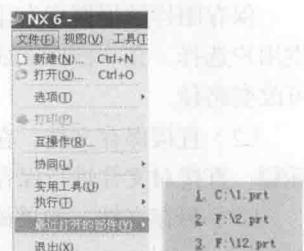

图1-5 最近打开的部件
(2) 最近打开的部件。对于上次已经打开的文件，可以在菜单栏中单击【文件】→【最近打开的部件】命令，如图 1-5 所示。选择需要打开的文件，并单击就可打开最近曾经打开过的文件。
(3) 历史记录。单击主界面左侧的历史 (History) 图标，系统将